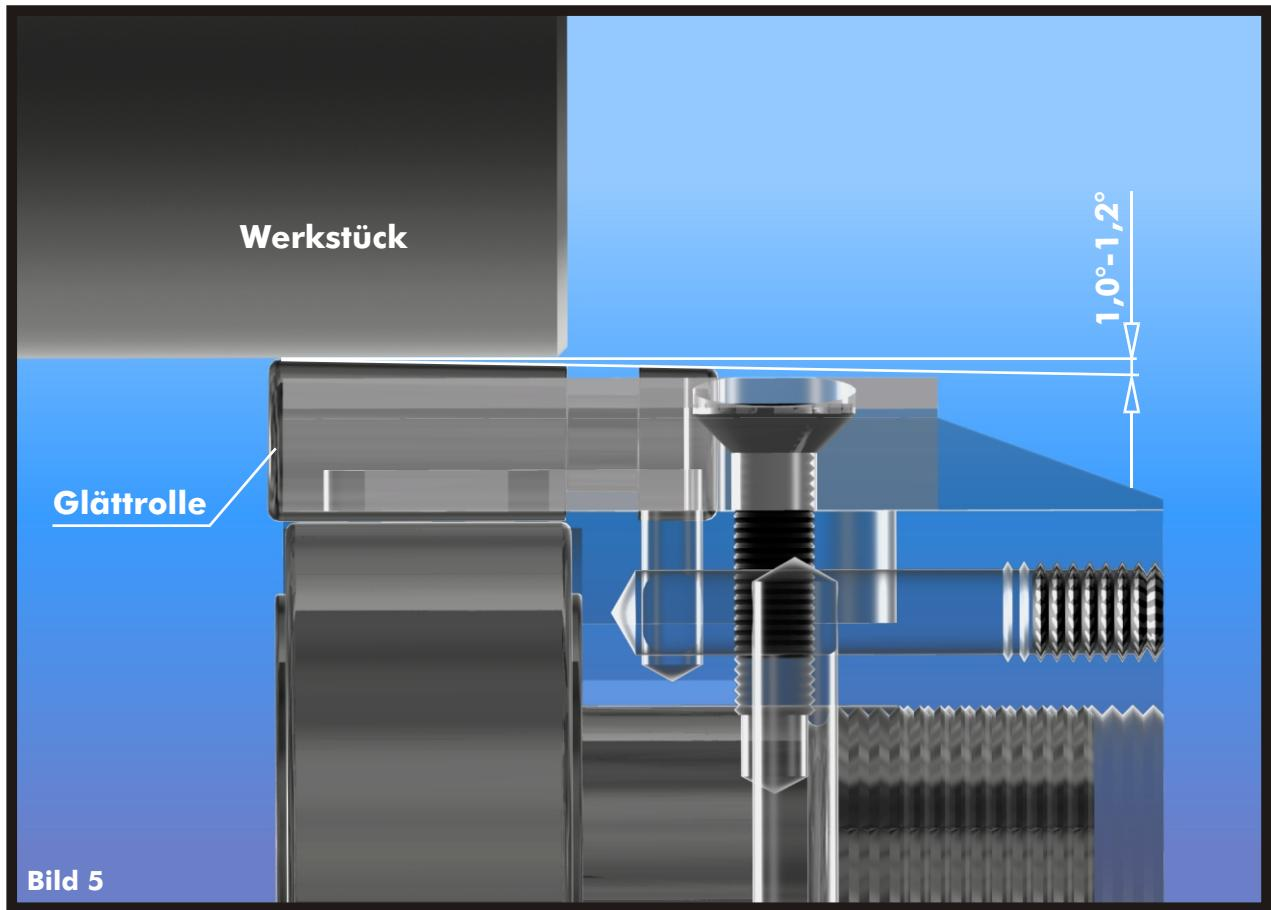

Bild 5
- > Fahren Sie das Werkzeug mit dem vorgesehenen Walz-Druck gegen das stehende Werkstück. Der Freiwinkel der Glättrolle muß nun  $1^\circ - 1,2^\circ$  betragen (Bild 5). gegebenenfalls können Sie den Winkel durch die Supporteinstellung korrigieren.